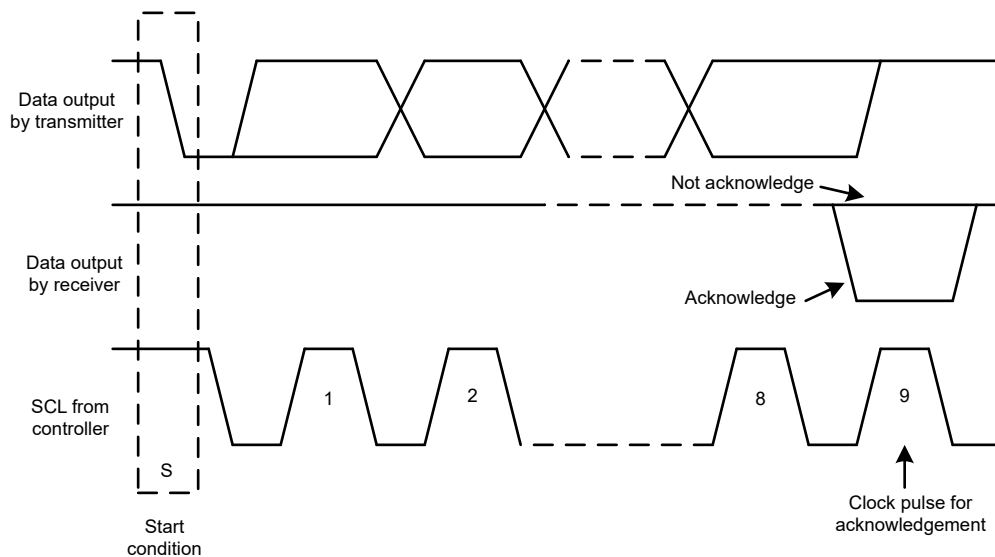
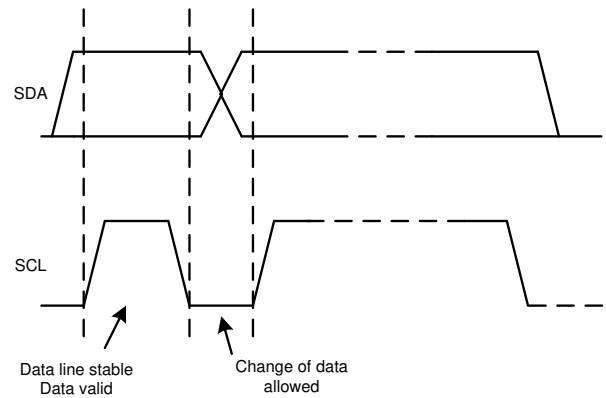

图 7-20. I²C 总线上的确认和非确认
图 7-22. 在 I²C 总线上的位传输
除了特定的时序信号外, I²C 接口还使用串行字节。在每个字节结束时, 第九个时钟周期产生并检测确认信号。确认是指 SDA 线在第九个时钟周期的高电平期间被拉低。非确认是指 SDA 线在第九个时钟周期的高电平期间保持高电平, 如图 7-20 所示。
2. 控制器随后产生 SCL 脉冲，并在 SDA 线上发送 7 位地址和读取/写入方向位 ($R\bar{W}$)。在所有传输期间，控制器确保数据有效。有效数据条件要求 SDA 线在时钟脉冲的整个高电平期间保持稳定，如图 7-22 所示。所有器件都识别控制器发送的地址，并将其与相应内部固定地址进行比较。只有具有匹配地址的目标器件才会通过在第 9 个 SCL 周期的整个高电平期间拉低 SDA 线来生成确认，如图 7-20 所示。当控制器检测到此确认时，则表示与目标的通信链路已建立。